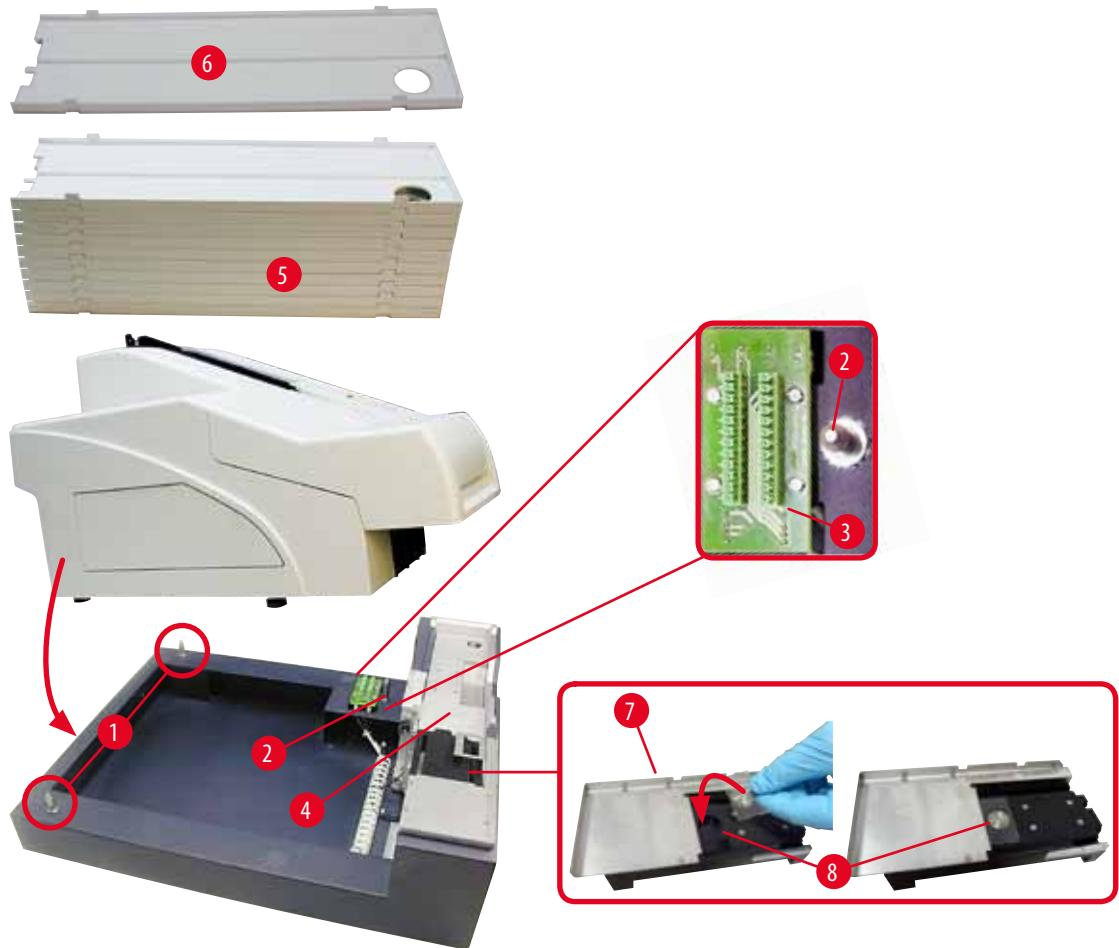

Рис. 12
4. Захватите принтер с обеих сторон (справа и слева) и установите его таким образом, чтобы два задних пальца (→ "Рис. 12-1") вошли в основание, как показано на (→ "Рис. 12").